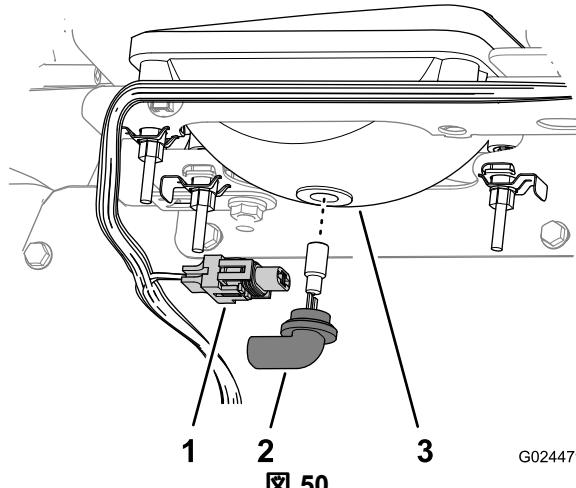

図 50
3. ヘッドライトハウジングの裏側からきているランプ・アセンブリ用ハーネスコネクタを外す図 50。
4. ランプ・アセンブリを左に1/4回転させて後ろに引き抜いてヘッドライトハウジングから取り出す図 50。
いるタブをヘッドライトハウジングのスロットに合わせる図 50。
6. ランプ・アセンブリを右方向に1/4回転させて取り付ける図 50。
7. ハーネス用のコネクタを、新しいランプ・アセンブリのコネクタに接続する図 50。